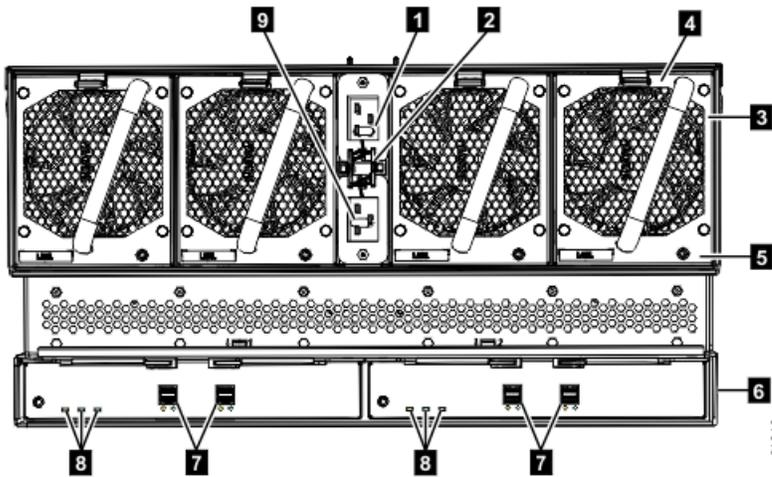

図 54. Model 092 の背面にあるフィーチャー 拡張エンクロージャー (expansion enclosure)
3. 拡張エンクロージャーとそのコンポーネントが、予期されるとおりに動作していることを確認します。電源が接続されると、拡張エンクロージャーの背面で、4つのファンと拡張キャニスター・インディケータ（67ページの図 54 の 3 および 8）のすべてがアクティブになります。